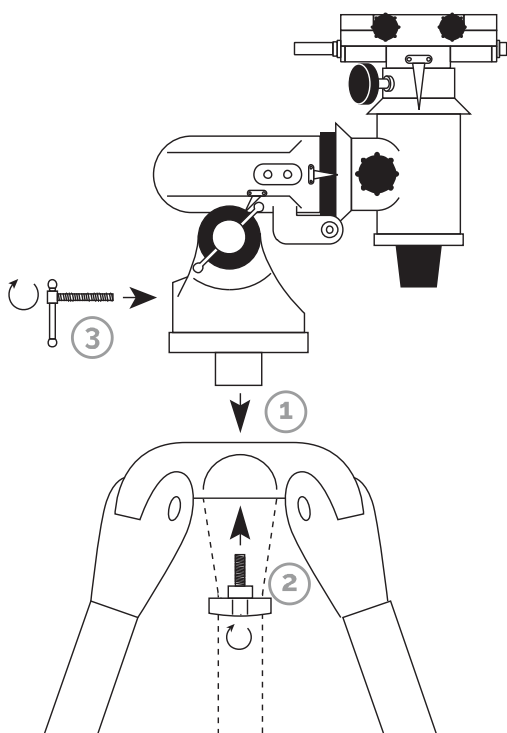

Fig. 4
- Desserrer légèrement la vis de fixation de la monture sur le trépied (n°2, fig.4) pour permettre une rotation sur l'axe azimutal (AZ.).
- Faire pivoter la monture de telle sorte que l'axe d'*ascension droite* (A.D) pointe vers le Nord (N).